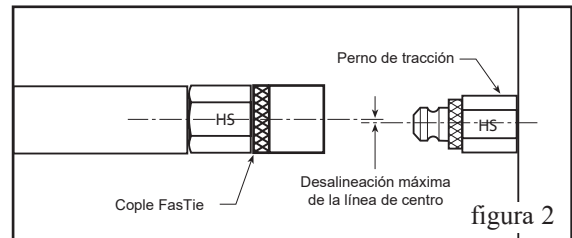

figura 2
De acuerdo a la figura 2, el máximo desfasamiento de alineación con la línea de centros basados en el diámetro exterior del cople conector es como sigue:
13. El máximo nivel de desfasamiento centro a centro del cople y el perno de tracción es como sigue: (ver figura 2)
10. El máximo nivel de desfaseamiento centro a centro del cople y el perno de tracción es como sigue: (ver figura 2)
12. El máximo nivel de desfase centro a centro del cople y el perno de tracción es como sigue: (ver figura 2)